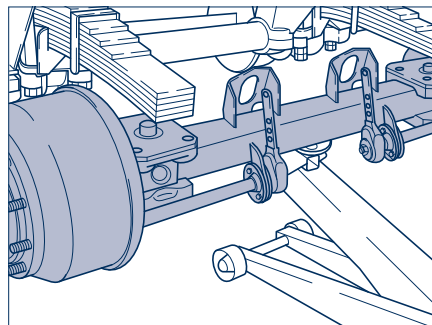

Рисунок 1
- [6] Опустить ось и выдвинуть ее (рис. 1).